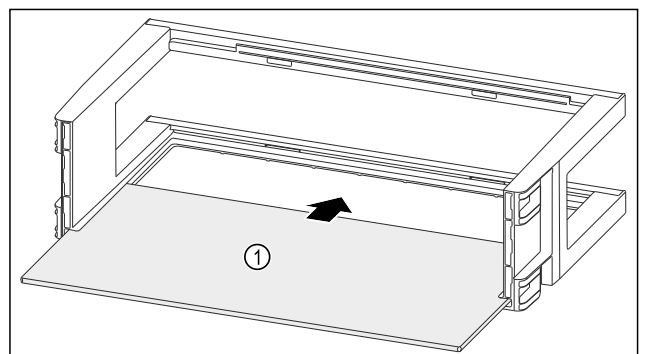

Fig. 113
- ▶ Wsunąć półkę Fig. 113 (1) w boczne wycięcia.